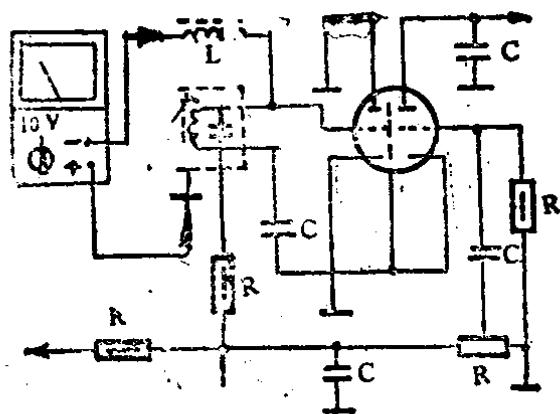

图1—1 栅极电压测量法
3. 电压测量法 这种方法是修理各种收音机(电子管、晶体管)的最基本方法之一。无论是个体户，或者教学示范，只要具备一块万用电表就可进行。电压测量法，就是利用万用电表的电压量程档对收音机电路中各级管子进行极间电压测量或总电压(即端电压)的测量。通过对电路电压的测量，可以认定某级工作是否正常，以判断故障的部位。测量电子管机的电压时，一定要注意电表的量程，电表正负表笔的极性(负表笔接地，正表笔接所测电极)及人身的安全等。测量电子管栅极的负压时，正表笔接地，负表笔接所测的栅极，最好串上一只高频阻流圈L(如图1—1所示)，否则，测出来的数值不准确。
测晶体管机的各种电压时，如果锗管机电表的正表笔接地，负表笔接所测的各极；如果是硅管机，表笔接法则相反。可根据不同情况选择适当的电压量程进行测量，只要测时细心，一般不会出现问题(如图1—2所示)。应该指出，测出电子管收音机的电压值往往与规